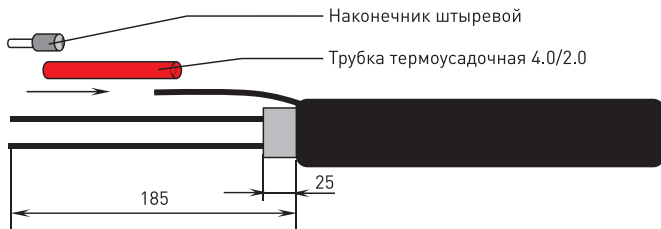

Рисунок 6
5.3. После снятия оболочки, скрутить экранирующую оплетку в жгут, надеть на нее термоусадочную трубку 4.0/2.0 длиной 220 мм и усадить ее при помощи воздушного термопистолета (температура гарантированной усадки от 125°C до 200°C). Затем надеть наконечник штыревой и обжать ручным кримпером. С полупроводящей матрицы (то, что под оплеткой) снять изоляцию, оставив 25 мм, с оставшейся длины удалить полупроводящую матрицу, оголив токопроводящие жилы (рисунок 6).